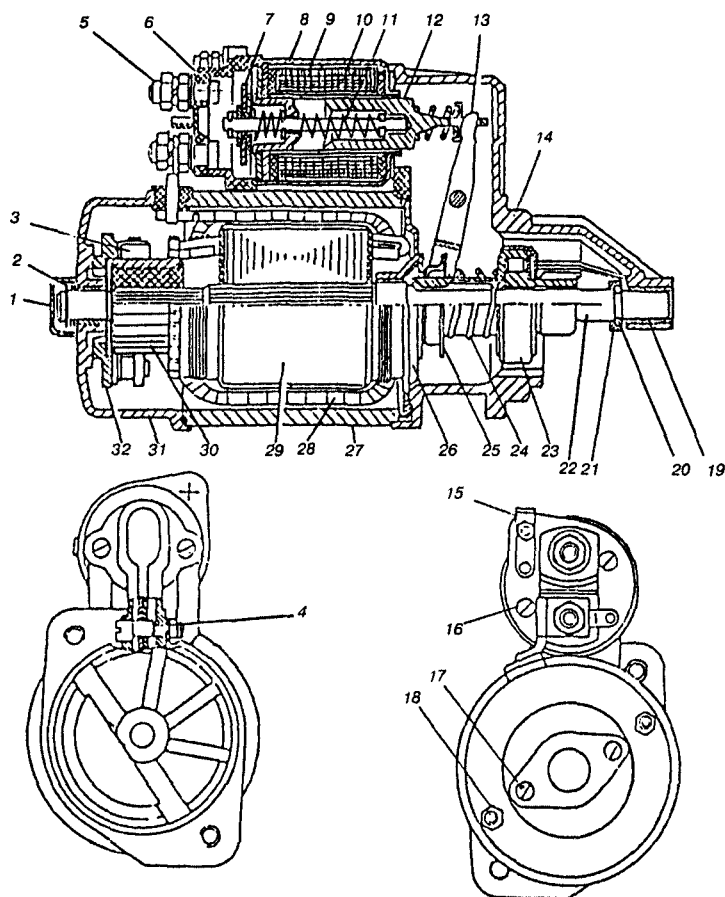
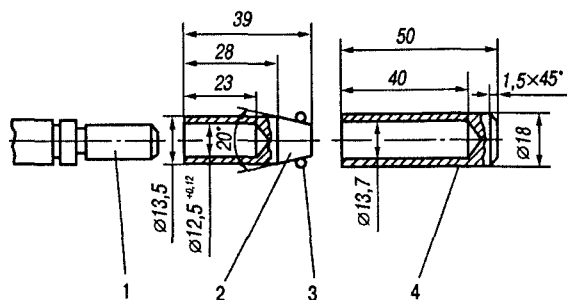

Рис. 32. Стартер 42.3708-10
Рис. 37. Приспособление для одевания пружинного кольца:
Стартер представляет собой четырехполюсный электродвигатель постоянного тока с электромагнитным возбуждением. Питание стартера осуществляется от аккумуляторной батареи. Стартер работает на принципе взаимодействия магнитного поля обмоток возбуждения и магнитного поля проводников, расположенных в якоре. Взаимодействие магнитных полей обмоток возбуждения и проводников якоря заставляет проворачиваться якорь. Для создания вращения якоря необходимо переключать электрический ток проводников якоря в определенной последовательности. Эту функцию выполняет коллектор и щетки. Коллектор установлен на валу якоря и к нему подключены все проводники, расположенные в пазах якоря. Устройство стартера показано на рис. 32.
- отвернуть два винта 17 и снять защитный колпак 1 (см. рис. 32),
- если пружинное кольцо 20 (см. рис. 32) якоря имеют деформацию, его надо заменить новым или выправить, для одевания кольца используйте приспособление, показанное на рис. 37.